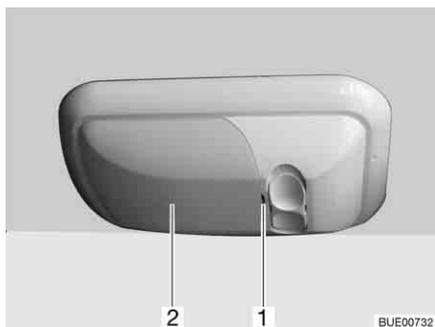

Fig. 227 Lampada del garage
- Sollevare e rimuovere con precauzione la copertura (Fig. 227,2) con l'ausilio di un utensile appropriato (p. es. un cacciavite) agendo sull'intaglio (Fig. 227,1).